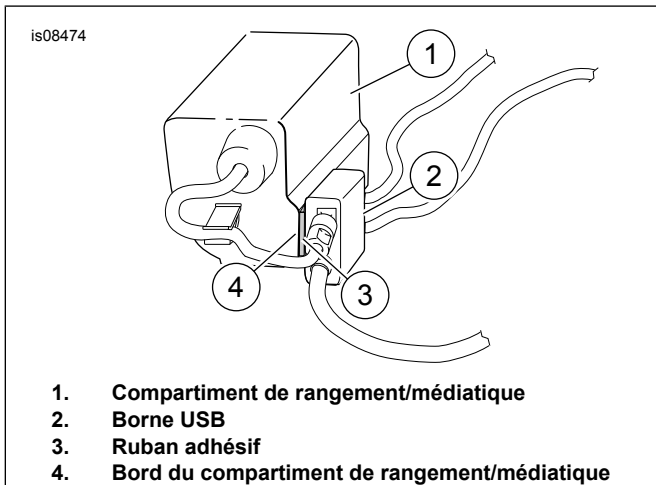

Figure 3. Installation du répéteur USB
5. Placer le répéteur USB (2, Figure 3) pour qu'il soit au bord du compartiment de rangement/médiatique (4). Comme indiqué. Nettoyer la surface de montage avec une solution de 50 à 70 % d'alcool isopropylique et de 30 à 50 % d'eau. Laisser sécher complètement. Retirer le papier au dos du ruban adhésif (3). Exercer une pression ferme pour sécuriser le répéteur USB.